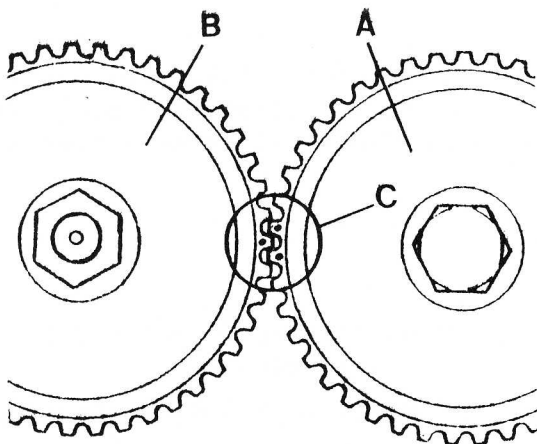

Fig. A3-66 Posición de los engranajes de la distribución para -- proceder a su desmontaje
- 1.5. Girar el cigüeñal, hasta que los dos dientes del engranaje del árbol de levas, A (Fig. A3-66), marcados con un granetazo, queden engranados con el diente -- del engranaje de la bomba inyectora, B, marcado con un granetazo (ver detalle C).